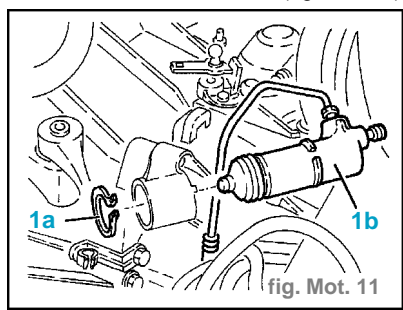

fig. Mot. 11
- Enlever l'anneau ressort (1a) et défileur du support le cylindre opérateur (1b) et le remettre latéralement sans désassembler sa tubulure. (fig. Mot. 11)